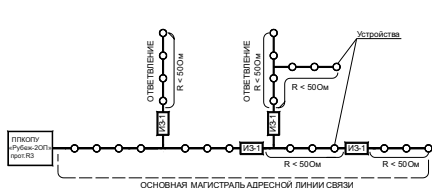

Рисунок 3
- разрывать радиальную АЛС (рисунок 3) в месте установки изолятора, ближайшего к точке короткого замыкания. Это локализует участок после изолятора и оставляет работоспособным участок АЛС между прибором и сработавшим изолятором шлейфа;